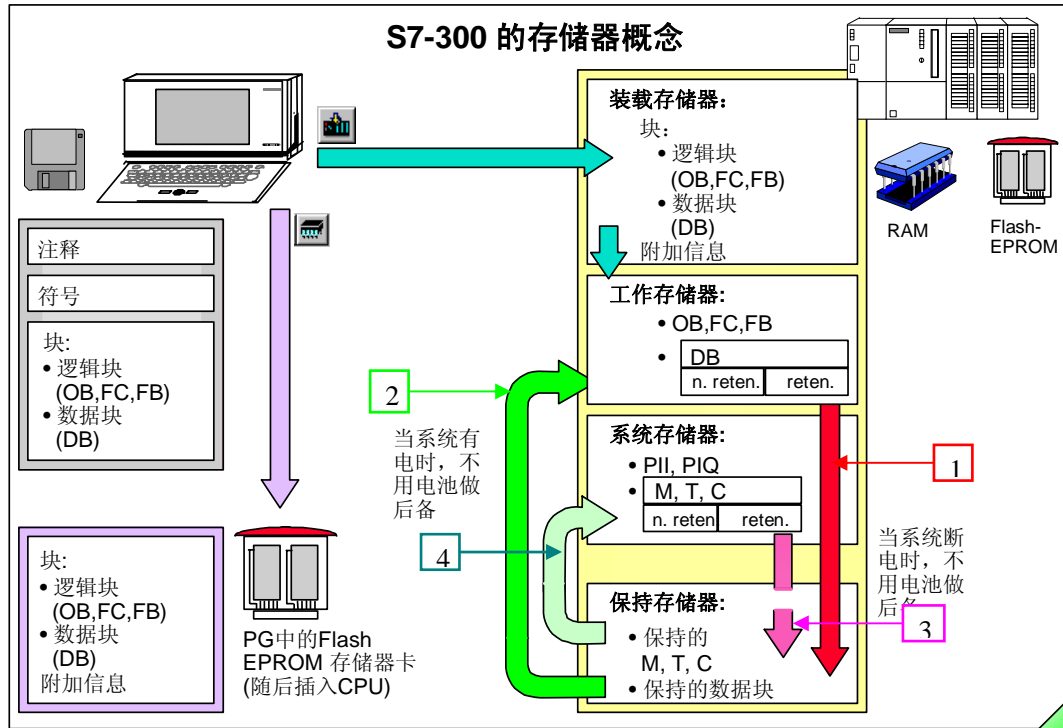

图 7-1
S7-300 PLC 的存储区可以划分为四个区域：装载存储器(Load Memory)、工作存储器(Work Memory)、系统存储器 (System Memory) 和保持存储区 (Non-Volatile memory)，具体如图 7-1
- 2) 若 CPU 没有后备电池，当系统断电时，在工作存储器中定义了保持特性的数据块会把数据写入保持存储器中，上电后保持存储器会把断电时的数据写入到工作存储区，保证了运行数据断电不丢失 (过程如图 7-1 中  与  箭头所示)。
- 3) 若 CPU 没有后备电池，当系统断电时，系统存储区中定义的保持位存储器(M)、定时器(T)和计数器(C)断电时也会写入保持存储器，恢复上电时断电时的数据重新写入，保证了运行数据断电不丢失 (如图 7-1 中  与  箭头所示)。